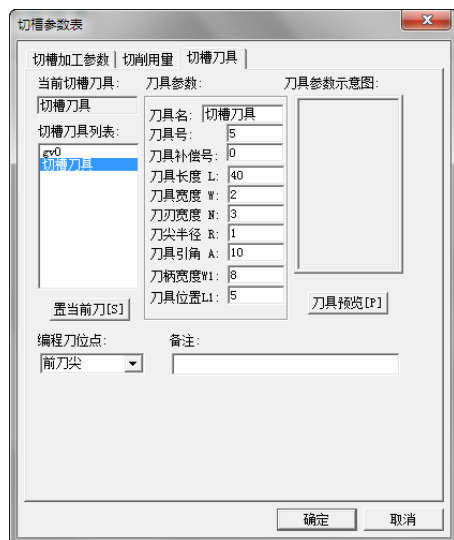

图 4-206 切槽刀具参数设定
3) 单击“轮廓车刀”选项卡,在“切槽刀具列表”的列表框中直接单击“切槽刀具”,使它变为蓝色,然后单击“置当前刀”按钮,即调出了刀具库中设置的切槽刀,具体参数显示如图 4-206 所示。